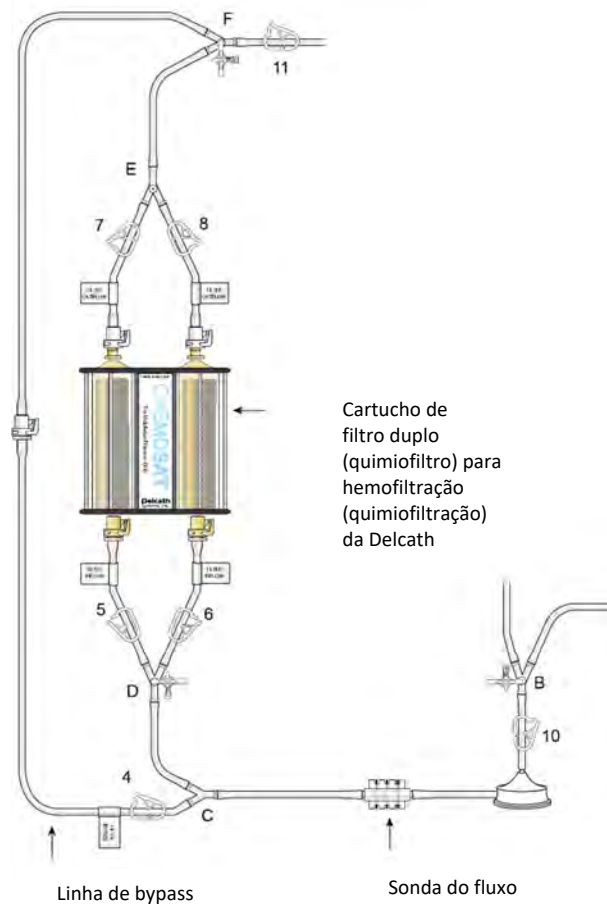

Figura 11
- (j) Ligue as torneiras fornecidas às portas do conector em Y “B” (pré-bomba), “D” (pré-filtro) e “F” (saída). Verifique se o clampe 4 da “Linha de bypass” está aberto, conforme ilustrado na Figura 11.